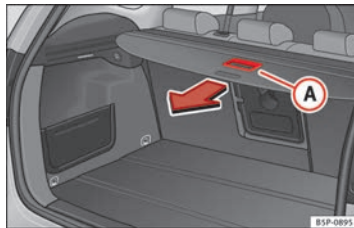

Abb. 119 Betätigung der Ablage.
- Ziehen Sie Ablage am Griff  nach hinten, bis Sie ein „Klickgeräusch“ hören ⇒ Abb. 119.